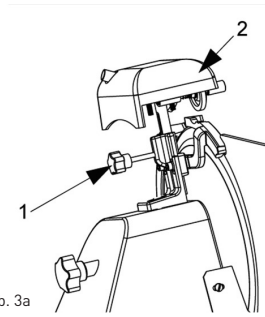
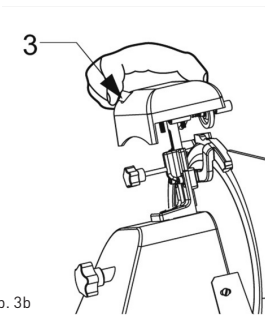

Abb. 3a
Abb. 3b
- das Einstellrad abdrehen (Pos.1, Abb.3a), die Schärfleinrichtung bis zur Position anheben (Pos.2, Abb.3a), in der sie blockiert und um 180° drehen. Danach schiebt man sie bis zum Ende, und zwar so, dass sich die Schneide des Messers zwischen zwei Schärfleinrichtungen befindet. Stellrad blockieren;
- Schneidemaschine einschalten, die Taste auf die Position „I“ (ON) umschalten;
- den Knopf (Pos.3, Abb.3b) drücken und ermöglichen, dass die Schneide des Messers ungefähr 30/40 Sek. lang an der Schärfleinrichtung reibt, bis sich an der Kante der Schneide des Messers Grat bildet;